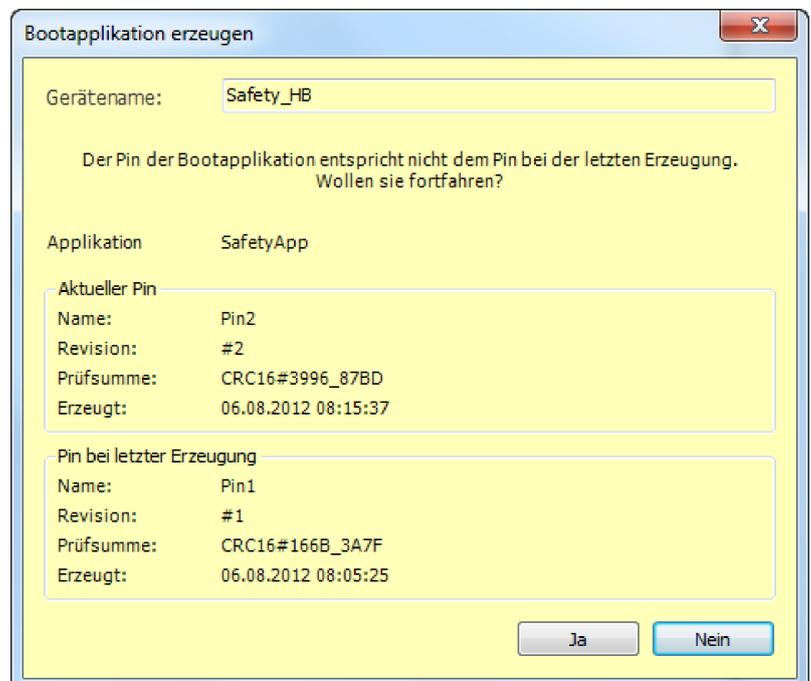

Abb. 90: Dialog: 'Bootapplikation erzeugen' bei geändertem Pin
- Applikation ist konsistent mit dem Pin, jedoch nicht mit dem Pin der zuletzt aus diesem Projekt erzeugten Bootapplikation (siehe Abb. 90)